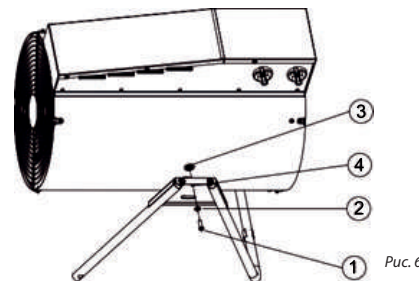

Рис. 6
Установить тепловую пушку на заднюю решетку, как показано на (Рис.6). Совместить отверстие в опоре (4) с верхней резьбовой гайкой (3) на корпусе прибора и закрутить винт М6х20 (1) с шайбой (2) с обеих сторон тепловентилятора (Рис.6).